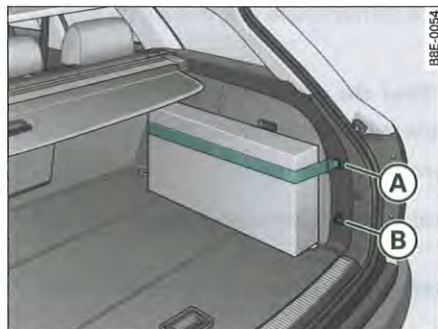

Fig. 102 Sangle de fixation sur le revêtement droit du coffre à bagages
- Accrochez la sangle à la fixation (A) ou (B) ⇒ fig. 102.